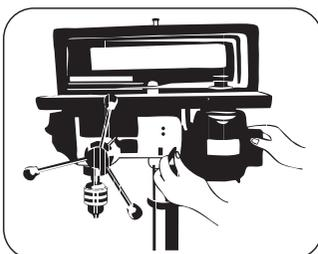

FIGURA 8.14a
- Quando a tensão desejada for atingida, fixe a trava de tensão da correia (Figura 8.14a).